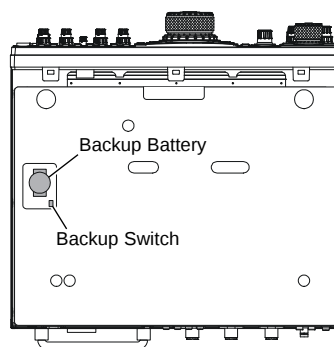

ABBILDUNG 3
6. Die Lithium-Batterie befindet sich auf der linken Seite der Control-Einheit (Abbildung 3).